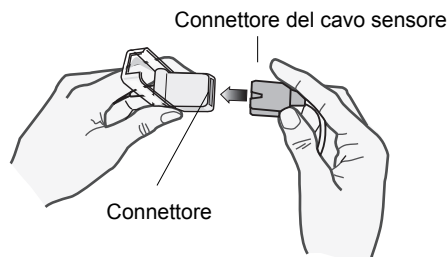

Figura 10-1 Collegare tra loro i connettori del sensore
- Se si utilizza il cavo del paziente a due elementi, sollevare il coperchio protettivo di plastica trasparente dall'estremità femmina della prolunga, quindi collegare il connettore maschio del cavo del sensore al connettore della prolunga – assicurandosi che il connettore maschio sia inserito completamente (vedere la Figura 10-1).